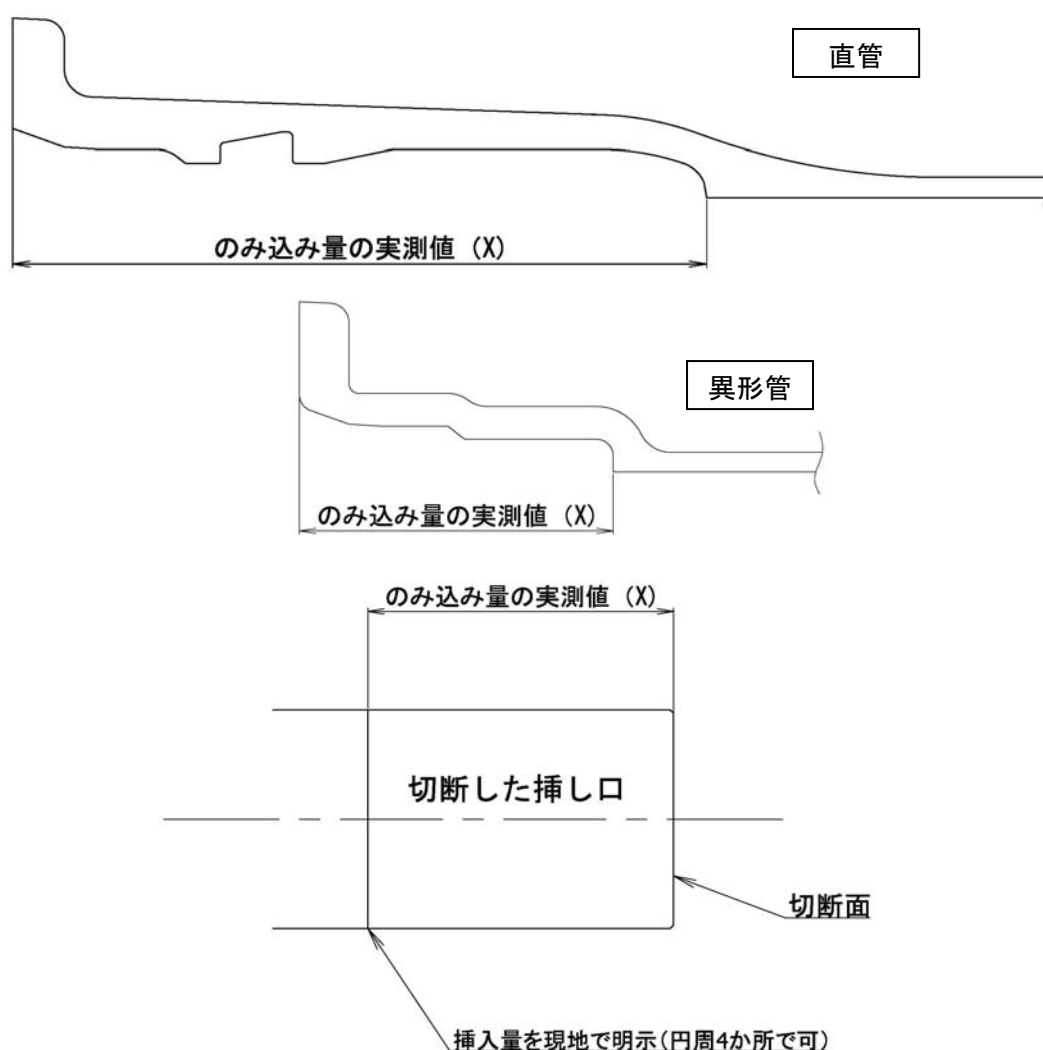

図 32 切管挿し口の挿入量 (X)
- 3) 挿し口にゴム輪をセットする前に、切断した端部から受口奥部までののみ込み量の実測値 (X) を測定する。それを切断した挿し口の挿入量 (X) として挿し口外面全周（または円周 4 ヶ所）に白線で明示する。（図 32 参照）